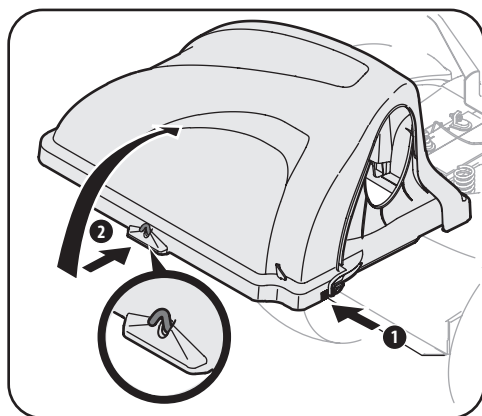

Figura 5-1
2. Abra la cubierta de la bolsa recolectora de césped empujando hacia adentro la lengüeta posterior derecha con la mano derecha, como se ve en 1 de la Figura 5-1, y levantando la cubierta con la mano izquierda en el centro de la parte trasera de la cubierta de la embolsadora, 2. No extraiga del tractor el conjunto de tubo del canal.